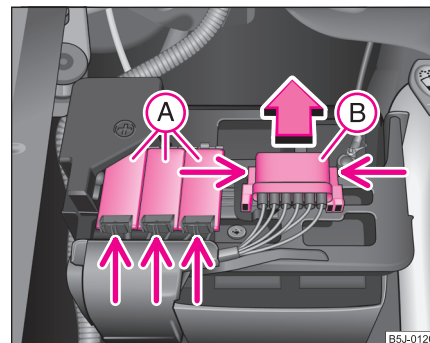

Fig. 181 Batería: Cubierta de fusibles
- Presione las fijaciones de la caja de fusibles **(A)** ⇒ página 265, fig. 181 y abata las cubiertas.
- Algunos vehículos sólo disponen de la cubierta **(B)** ⇒ página 265, fig. 181. ■